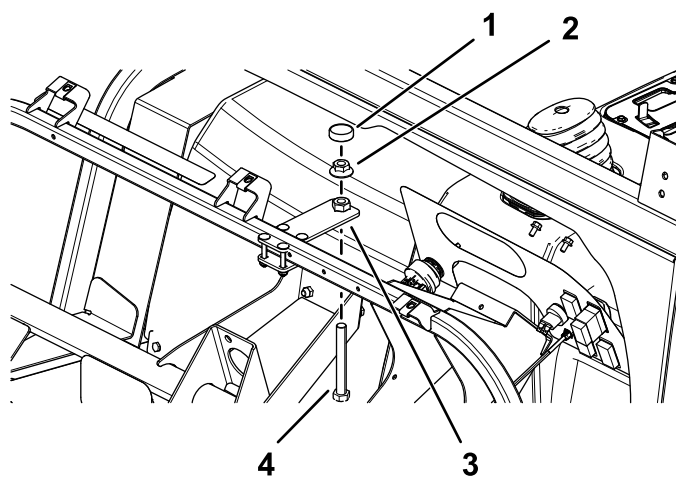

Figura 37
3. Montai diblul ($\frac{1}{2} \times 4$ "), piulia cu guler ($\frac{1}{2}$ ") i placa de oprire la placa de ajustare (Figura 37).